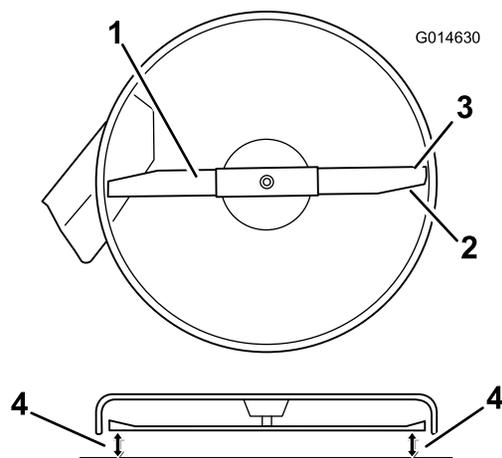

Figura 50
- Gire cuidadosamente las cuchillas hasta que estén todas orientadas lateralmente (Figura 50).
5. Mida entre los bordes de corte exteriores y la superficie plana (Figura 50). Si hay una diferencia de más de 5 mm entre ambas dimensiones, se requiere un ajuste; siga con este procedimiento.